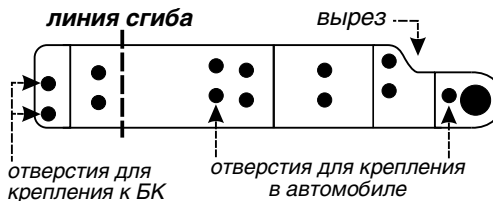
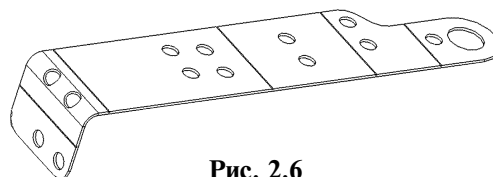

Рис. 2.5
Рис. 2.6
8. Бортовой компьютер устанавливается на двух кронштейнах. Кронштейн, внешний вид которого приведен на рис. 2.5, представляет собой металлическую пластину.
9. Согните пластины по линии сгиба, рис. 2.5, под прямым углом, как показано на рис. 2.6, сгибайте кронштейны в противоположные стороны (зеркально), учитывая, что кронштейны будут устанавливаться один с правой, другой с левой стороны.